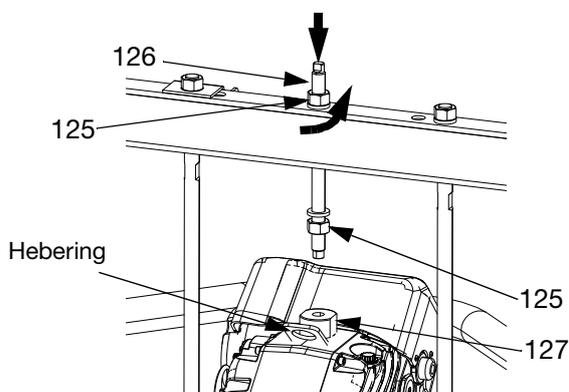

ABB. 50: 55-Gallonen-Platte
5. Antrieb (AB) trennen:
Ein sicheres Hebezeug am Hebering des Antriebs befestigen. Mutter (125) unter Querbalken lösen. Hebering-Adapter (127) mit Schraubenschlüssel fixieren und Gewindestange (126) über dem Querbalken mit einem anderen Schraubenschlüssel lösen. Siehe ABB. 50.